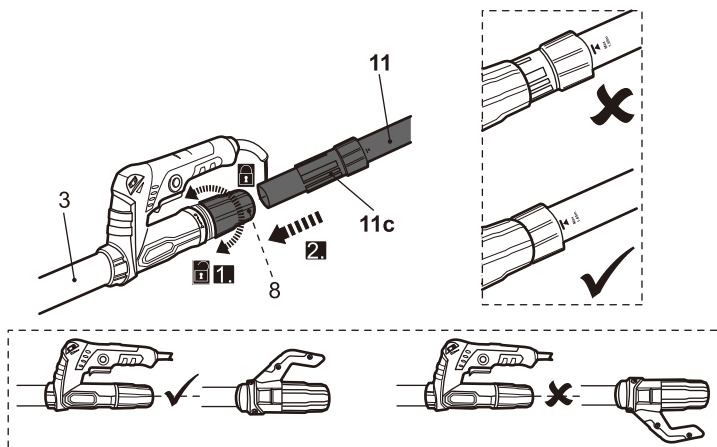

Fig. 3
> Solte o casquilho na saída de extração de pó (8) do tubo superior (3), mas não o retire (Fig. 3, passo 1).
> Alinhe a pega traseira (11a) com a pega principal (5) e insira o casquilho (11c) do tubo de extensão (11) dentro da saída de extração de pó (8) com um movimento de torsão até que entre completamente (Fig. 3, passo 2).